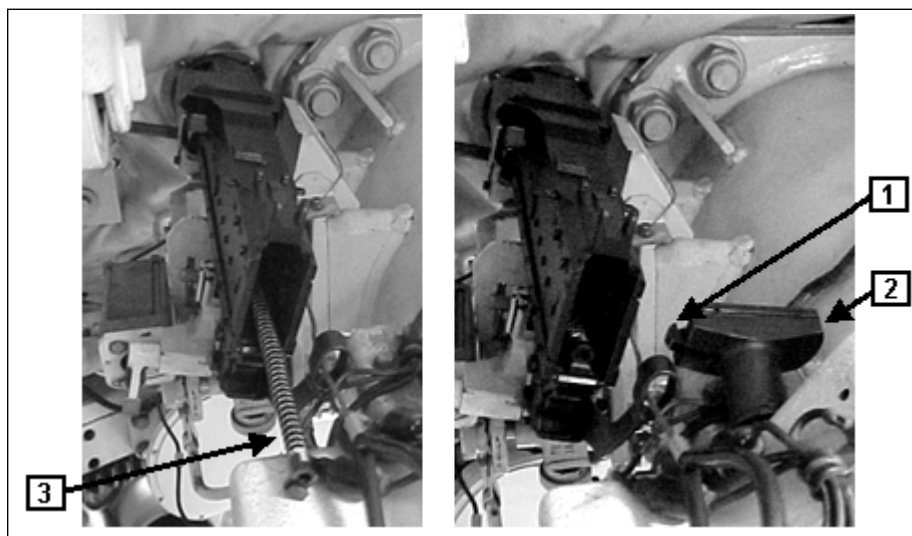

Fig 7-52. Desmontagem da Mtr coaxial
a. Alinhamento do cano. (Fig 7-52 e 7-53)
(1) Realizar a inspeção da Mtr após o tiro.
(2) Pressionar a trava de liberação(1) e deslizar o prendedor para cima.
(3) Pressionar a mola(3) para dentro, para cima e retirar para fora.